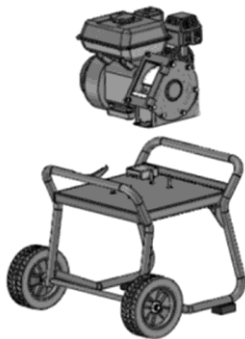

Fig. 3a
- Placez l'ensemble moteur et chambre de broyage sur la plate-forme du châssis. Reportez-vous à la Fig. 3a.